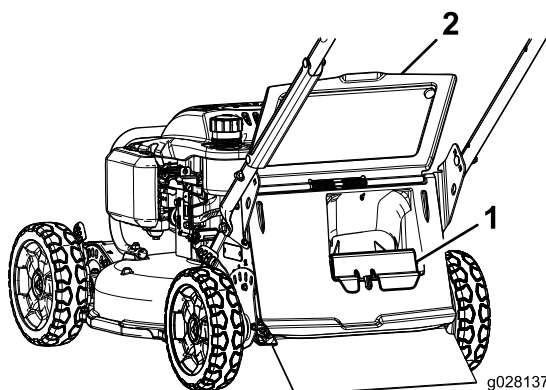

Figura 16
- Si el tapón de descarga trasera no está instalado, sujételo por el asa, eleve la puerta trasera e introdúzcalo en el conducto de descarga trasera hasta que el enganche encaje en su sitio (Figura 16).
3. Retire el tapón de descarga trasera presionando el enganche hacia dentro con el dedo pulgar y extrayendo el tapón de la máquina (Figura 16).